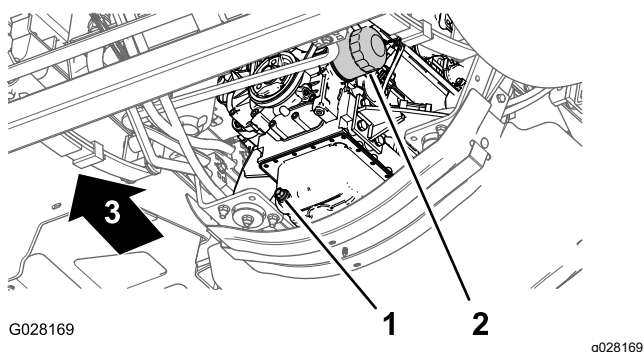

图 79
- 在机油滤清器下放一个放油盘图 79。
4. 拆下旧机油滤芯 图 79。
8. 将机油滤清器安装到滤清器安装座上顺时针旋转机油滤清器直至橡胶垫片接触到滤清器安装座然后再将滤清器拧紧 $\frac{1}{2}$ 圈 图 79。
1. 对齐排放塞下的排放盘 图 79。
2. 拔掉排油塞 (图 79) 让机油完全排出。